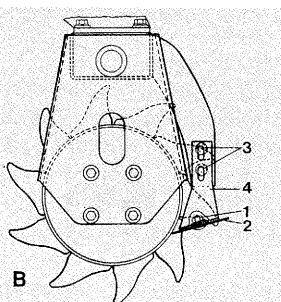

Fig. 23
- Dans cette position, desserrer d'abord toutes les vis de fixation (fig. 23/1) puis repousser les décrotteurs (fig. 23/2) vers l'arrière, dans le trou oblong jusqu'à butée.
- Après desserrage des vis (fig. 23/3), repousser identiquement tous les supports de décrotteurs (fig. 23/4) vers le haut en fonction des conditions de sol puis resserrer les vis.
- Amener les décrotteurs (fig. 23/2) en contact avec le cylindre et les bloquer en position au moyen des vis (fig. 23/1).
La fig. 23 montre leur position après réglage.
Les décrotteurs (fig. 23/2) ne doivent appuyer que légèrement sur le cylindre. L'usure des décrotteurs se rattrape en procédant à un nouveau réglage. Les décrotteurs trop usés doivent être remplacés.